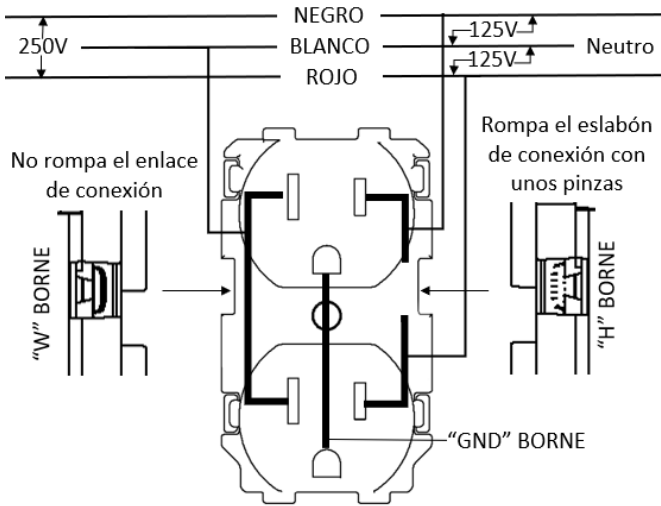

Fig. 6
- For split circuit applications, break off “H” (Hot or Line) tab. See Fig. 6.
- Pour les applications à circuit fractionné, briser la patte "H" (Vivant ou Ligne). Consulter la Fig. 6.
- 2. Para aplicaciones de circuito dividido, rompa la pestaña "H" (Vivo o Línea). Consulte Fig 6.